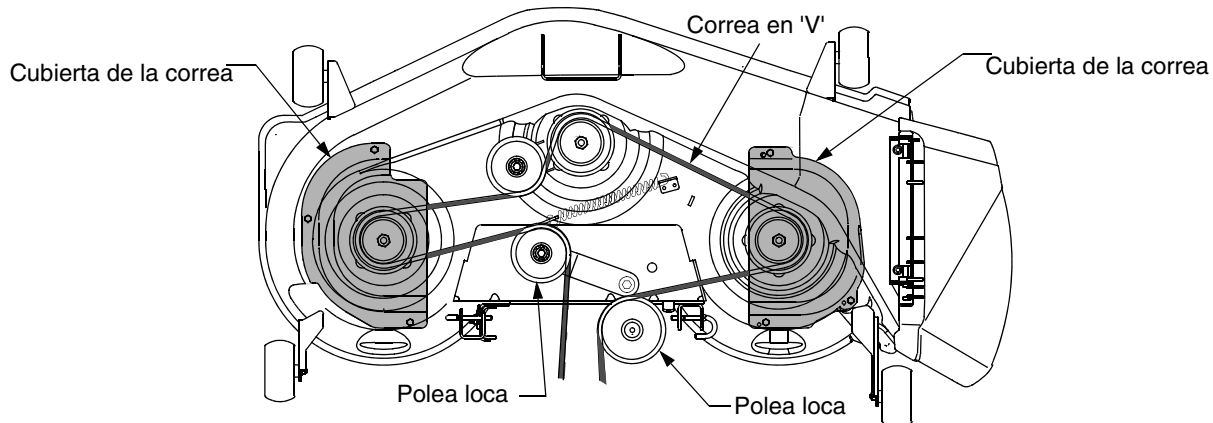

Figura 39
- Retire los tornillos autoroscantes hexagonales que fijan las cubiertas de la correa a la plataforma y retire la correa de las poleas del husillo. Consulte la Figura 39.
- Instale la nueva correa alrededor de las poleas del husillo tal como se muestra en Figura 39 y reinstale las cubiertas de la correa.